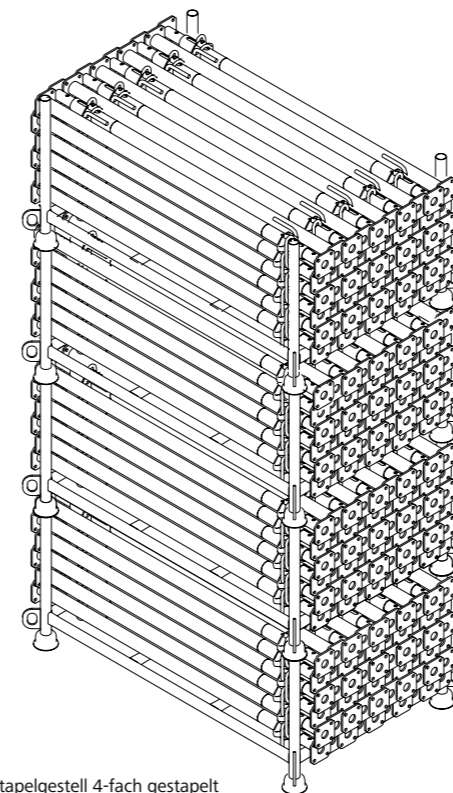
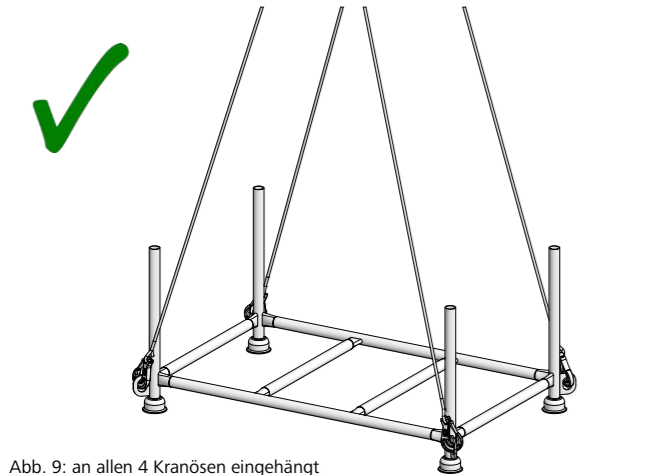
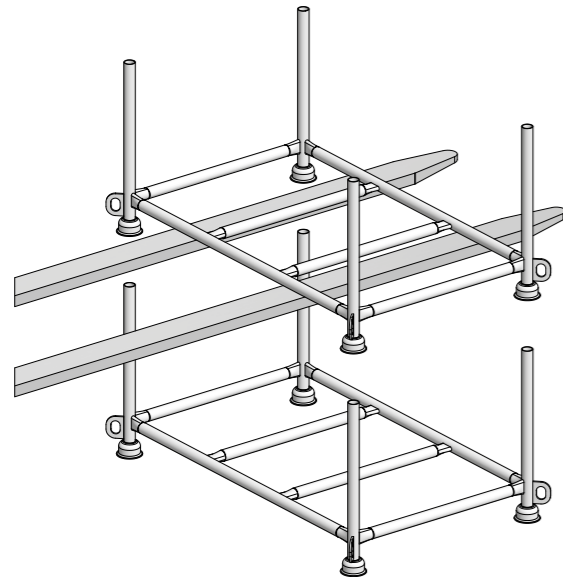
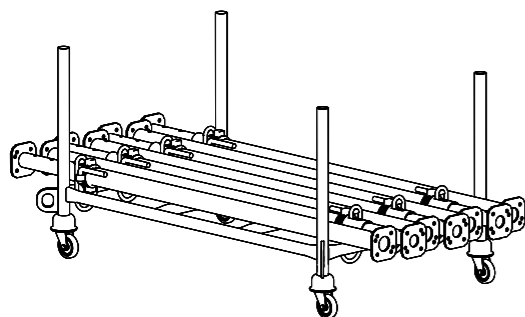

Abb. 2: Stapelgestell 4-fach gestapelt
Abb. 9: an allen 4 Kranösen eingehängt
Abb. 10: Transport mit dem Stapler
Abb. 11: Stapelgestell mit Lenkrolle 100
Das Stapelgestell (Barelle) ist lackiert und bis zu 4-fach stapelbar (Abb. 2). Das Versetzen des Stapelgestell (Barelle) kann mit Kran (Abb.9), Stapler (Abb. 10), Hubwagen oder Lenkrolle 100 (Art.-Nr. 29-305-95, Abb.11) erfolgen.
- Transport mit dem Kran. Hierbei müssen Sie darauf achten, dass der Aufenthalt von Personen im Gefahrenbereich der Last unbedingt zu vermeiden ist. Sie dürfen nur Vierstrang-Gehänge mit Anschlagketten verwenden. Die Anschlagketten müssen im Aufhängeglied frei beweglich sein, der Lasthaken muss eine Sicherung gegen unbeabsichtigtes Aushängen besitzen und geschlossen sein (Abb. 7 bis Abb. 9).
- Transport mit dem Stapler (Abb. 10). Die Länge der Gabelzinken muss den Abmessungen des Stapelgestells entsprechen.
- Fahrbar mit der Lenkrolle 100 (Abb. 11). Eine Verbindung an oder mit einem Fahrzeug ist nicht zulässig.
- Bei der Lagerung dürfen Sie maximal 4 Stapelgestelle (Barelle) aufeinander stapeln (Abb. 2, Kippsicherheit).
Hängen Sie den Lasthaken vom Krangelänge so in die Einhängeöse (Abb. 7) des Stapelgestell (Barelle) ein, dass er bei Schlawfseil oder Schlawfkette nicht aus den Ösen rutschen kann. Sie müssen immer **alle vier Lasthaken** einhängen (Abb. 9).